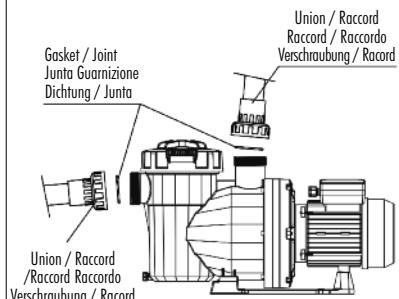

Fig. 2
- Para realizar a ligação da tubagem, encaixar as tubagens nos racores, instalada em conjunto com a bomba; as uniões dos racores às bocas de aspiração e impulsão da bomba são de rosca e utilizam juntas de vedação para evitar a perda de água (Fig. 2).
- Realizar a instalação das tubagens de impulsão de forma perpendicular e bem centrada em relação à entrada onde vai ser ligada para evitar que a bomba e a tubagem sejam submetidos a esforços externos que, para além de dificultarem a montagem, poderiam acabar por romper (Fig. 2).
- Instalar a tubagem de aspiração com uma leve inclinação para a bomba, na ordem dos 2%, evitando a criação de bolsas de ar (Fig. 2).